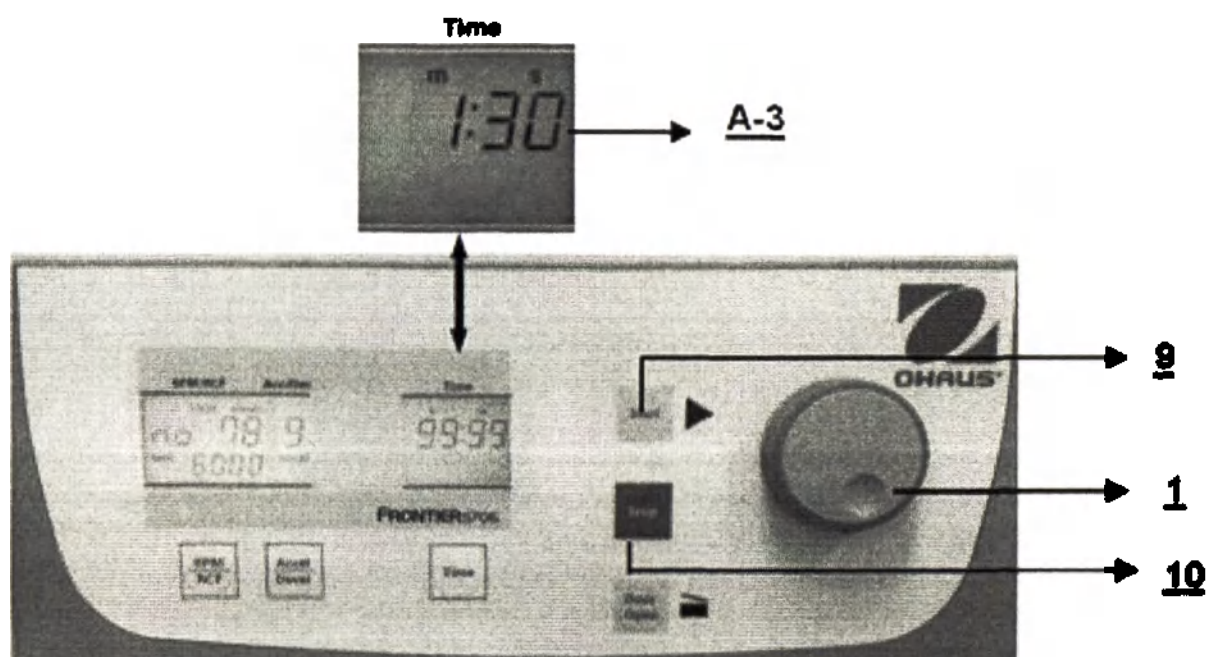

Рис. 22
Для того чтобы запустить центрифугу, убедитесь, что крышка закрыта, затем нажмите кнопку **Start** (9) (см. рис. 22). Кнопка **Start** (9) используется для запуска центрифугирования с заданными вручную параметрами. В этом случае центрифуга автоматически остановится после истечения заданного времени центрифугирования. С помощью кнопки **Stop** (10) центрифугу можно остановить в любое время